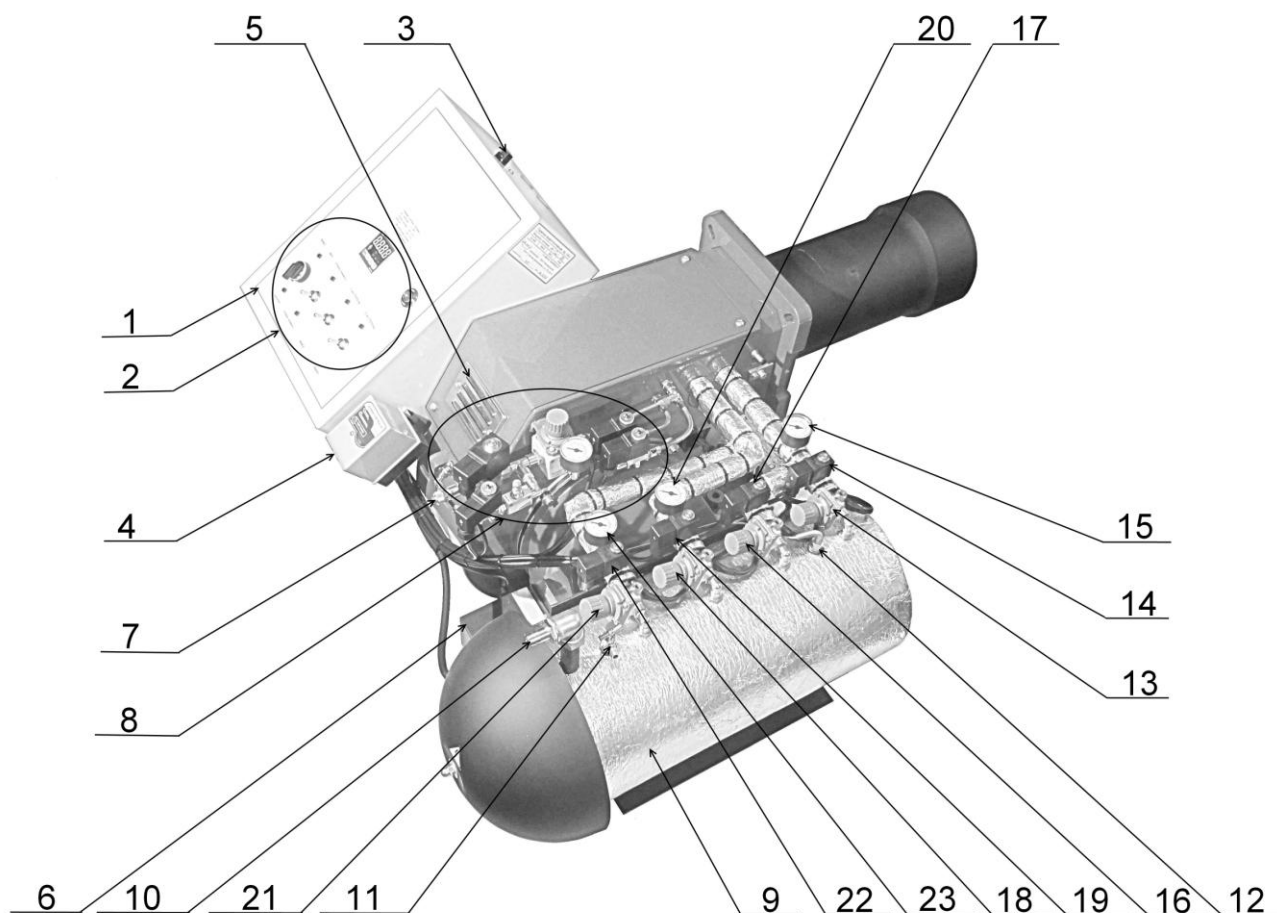
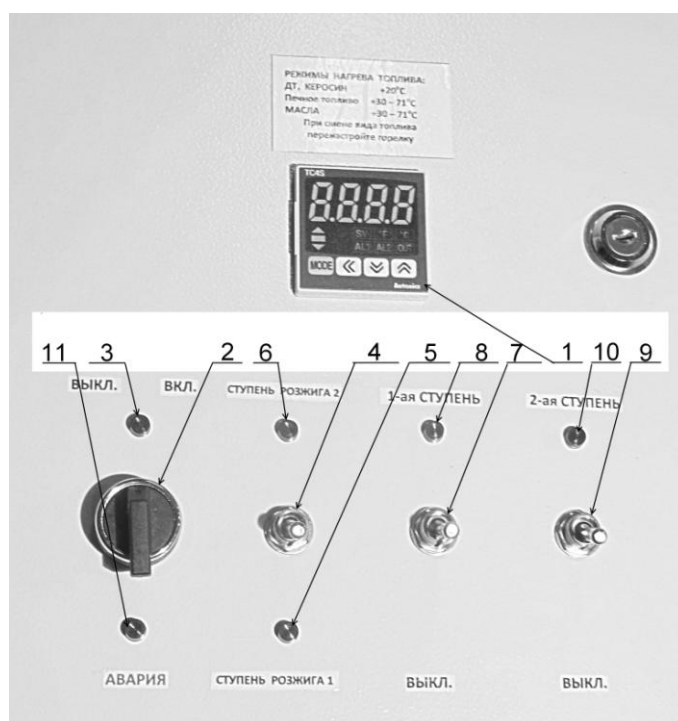
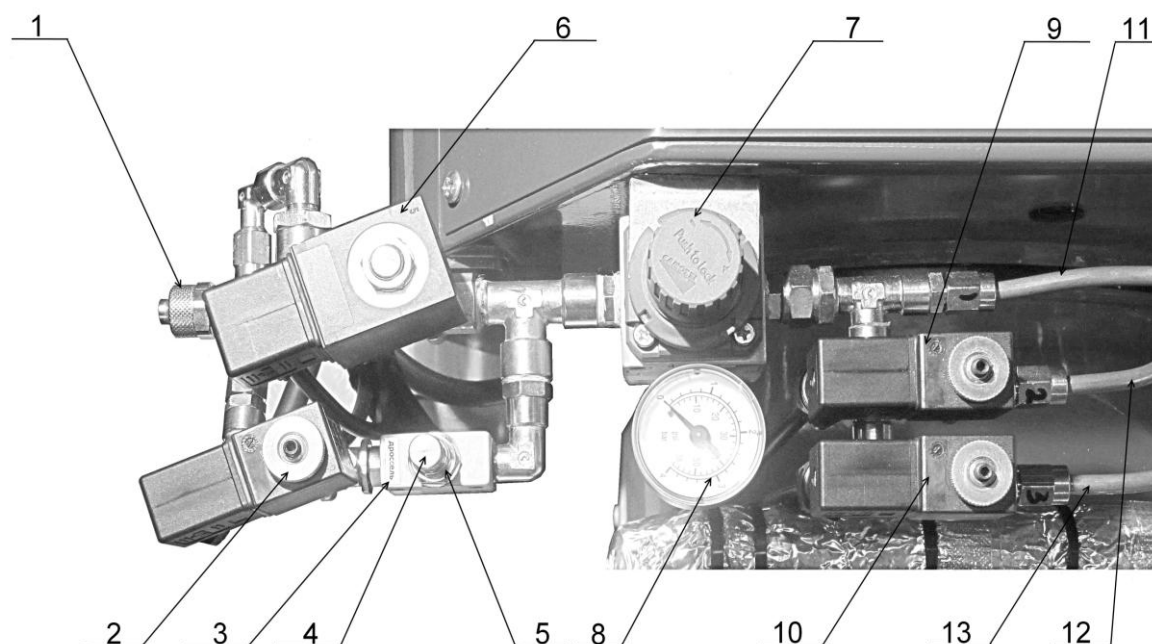
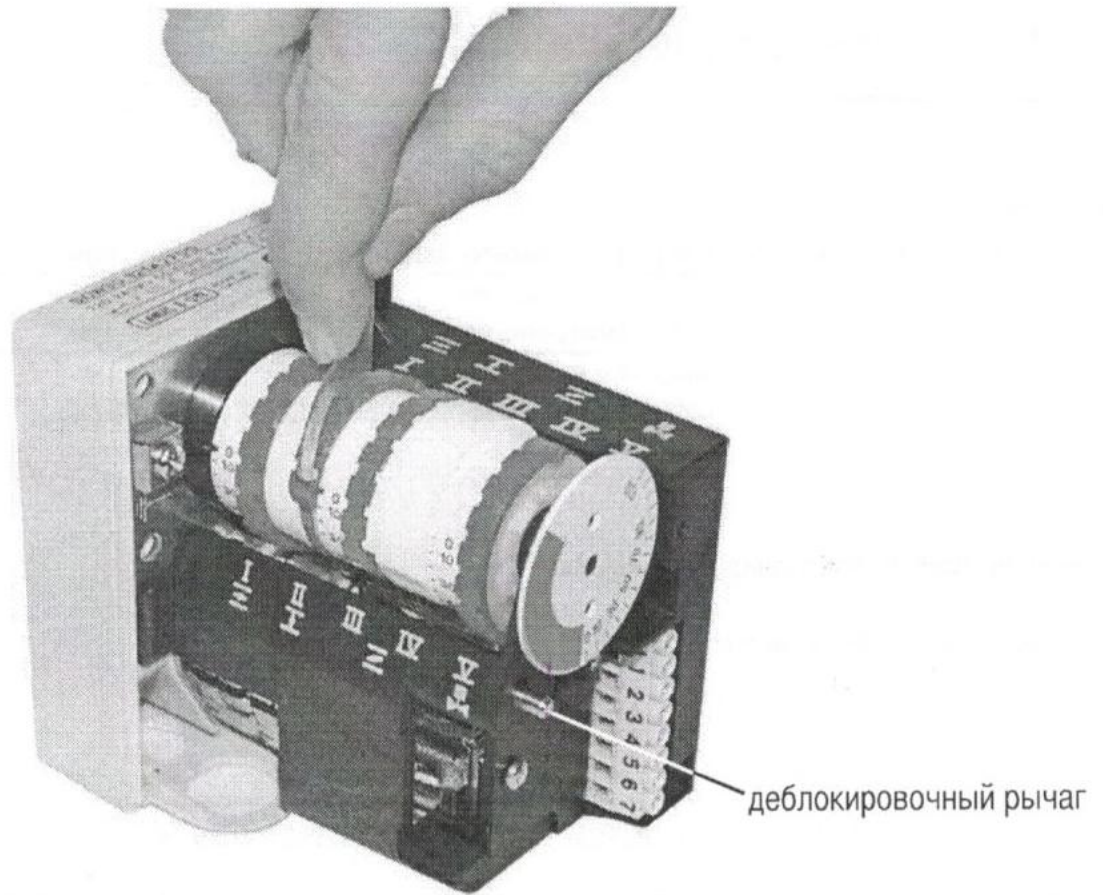

Рис.6. Органы управления и узлы контроля параметров Горелки.
Рис.7. Компоненты управления на электрическом шкафе.
Рис. 11. Блок регулирования первичного воздуха (от компрессора).
Рис. 12. Регулировка вторичного воздуха. Электропривод воздушной заслонки двухступенчатой Горелки.
8. Блок регулирования первичного воздуха (от компрессора) Рис.12
Температурный контроллер используется для точного поддержания оптимальной температуры от 20 до 71 °С топлива в подогревателе топлива (Рис. 7, поз. 9) и подачи команды запуска Горелки на топочный автомат AL1 гаснет при достижении температуры масла 6 °С менее заданной.
Установите электрический переключатель (Рис. 7, поз. 4) в положение вниз ступень розжига 1, переключатели (Рис. 7, поз. 7,9) в положение вниз. Установите давление топлива ступени розжига 1 изначально в пределах от 0,05 до 0,2 бар с помощью регулятора давления топлива ступени розжига (Рис. 6, поз. 13), давление контролируйте по манометру (Рис. 6, поз. 15).
Установите электрический переключатель (Рис. 7, поз. 4) в положение вверх ступень розжига 2, переключатель (Рис. 7, поз. 7,9) в положение вниз, установите давление топлива с помощью регулятора давления ступени розжига 2 (Рис.6 поз.16) от 0,2 до 0,55 бар, давление контролируйте по манометру (Рис. 6, поз. 15), после чего ступень розжига заработает на полную мощность. Выставьте параметры первичного и вторичного воздуха. Рекомендации даны ниже.
Установите электрический переключатель (Рис. 7, поз. 7) в положение 1-ая ступень (вверх) переключатель (Рис. 7, поз. 9) в положение вниз. Установите давление топлива 1-ой ступени в пределах от 0,2 до 0,55 бар с помощью регулятора давления топлива первой ступени (Рис. 6, поз. 18), давление контролируйте по манометру (Рис. 6, поз. 20), выставьте параметры первичного и вторичного воздуха. Рекомендации даны ниже.
Установите электрический переключатель (Рис. 7, поз. 9) в положение ступень 2 вверх. Установите давление топлива ступени 2 от 0,2 до 0,55 бар с помощью регулятора давления топлива второй ступени (Рис. 7, поз. 21), контролируйте давление по манометру (Рис. 7, поз. 23), выставьте параметры первичного и вторичного воздуха рекомендации даны ниже.
Первичный воздух поступает от компрессора по магистрали (Рис. 11 поз.1) , проходит через электромагнитный клапан дросселя (рис.11 поз.2), дроссель (Рис.11 поз.3) и далее с малым давлением на форсунку ступени розжига, давление контролируется по манометру (Рис. 11 поз.8).
Через 7 секунд, открывается основной электромагнитный клапан первой ступени (Рис.11 поз.6), первичный воздух проходит через регулятор давления (Рис.11 поз.7) и контролируется по манометру (Рис.11 поз.8) и далее на форсунку первой ступени.
Для изменения регулировки давления воздуха поднять верхнюю крышку регулятора давления (рис.11 поз.7) до щелчка, для уменьшения давления воздуха поворачивать против часовой
стрелки, для увеличения по часовой. Оптимальное рабочее давления 1,8-3,0 бар, контролируемое по манометру (Рис. 11 поз.8). После регулировки давления опустить верхнюю крышку до щелчка.
Затем вместе с электромагнитным топливным клапаном первой ступени открывается электромагнитный воздушный клапан первой ступени (Рис.11 поз.9) и первичный воздух идет на форсунку первой ступени.
Далее вместе с электромагнитным топливным клапаном 2-ой ступени открывается электромагнитный воздушный клапан 2-ой ступени (Рис.11 поз.10) и первичный воздух идет на форсунку ступени 2.
Установите электрический переключатель (Рис. 7, поз. 4) в положение ступень розжига 1 (вниз) переключатель (Рис. 7, поз. 7,9) в положение вниз (выкл.). Установите давление топлива ступени розжига 1 в пределах от 0,05 до 0,4 бар с помощью регулятора давления топлива ступени розжига 1 (Рис.6, поз. 13), давление контролируйте по манометру (Рис. 6, поз. 15), выставьте параметры первичного воздуха (Рис.11 , поз. 3,7) и контролируйте по манометру (Рис. 11, поз. 8) давление для AL-120V, AL-120T 1,8-3,0 бар.
Установите электрический переключатель (Рис. 7, поз. 5) в положение ступень розжига 2 (вверх). Установите давление топлива ступени розжига 2 в пределах от 0,2 до 0,8 бар , с помощью регулятора давления топлива ступени розжига 2 (Рис.6, поз. 16), давление контролируйте по манометру (Рис. 6, поз. 15), выставьте параметры первичного воздуха (Рис.11 , поз. 3,7) и контролируйте по манометру (Рис. 11, поз. 8) давление для AL-120V, AL-120T 1,8-3,0 бар.
Снимите защитный кожух с привода воздушной заслонки (Рис. 6, поз. 6). II-й рычаг положения воздушной заслонки ступени розжига (Рис.12 поз.II) должен быть положение 0-10. Положение 0 соответствует полностью закрытой заслонке. (Рис.12)
Установите электрический переключатель (Рис. 7, поз. 7) в положение первая ступень (вверх). Установите давление топлива первой ступени в пределах от 0,2 до 0,8 бар с помощью регулятора давления топлива первой ступени (Рис. 6, поз. 18), давление контролируйте по манометру (Рис. 6, поз. 20). Выставьте параметры первичного воздуха (Рис.11 , поз. 7) и контролируйте по манометру (Рис. 7, поз. 8) давление для AL-120V, AL-120T 1,8-3,0 бар. Установите рычаг III (Рис.12 поз.III) положения воздушной заслонки первой ступени 5-60 гр. (Рис.12). Открытие(закрытие ) клапана 1-ой ступени происходит автоматически .
Установите электрический переключатель (Рис. 7, поз. 9) в положение 2-ая ступень (вверх). Установите давление топлива второй ступени в пределах от 0,2 до 0,8 бар с помощью регулятора давления топлива второй ступени (Рис. 6, поз. 21), давление контролируйте по манометру (Рис. 6, поз. 23).
Выставьте параметры первичного воздуха (Рис.11 , поз. 7) и контролируйте по манометру (Рис. 11, поз. 8) давление для AL-120V, AL-120T 1,8-3,0 бар. Установите рычаг I (Рис.12 поз.I) положение 40-90 гр. Это положение воздушной заслонки второй ступени. Кулачек V (Рис.12 поз.V) открытие(закрытие ) клапана 2-ой ступени, должен находиться между кулачком I и III . (Рис.12)
Если воздушная заслонка провернулась в обратную сторону, то для возврата в начальное положение (Рис.12 ) нажмите деблокировочный рычаг и установите закрыто положение в ручную.
#### 3.4.7 Индикатор АВАРИЯ (Рис.7 поз.14)
Для предотвращения данной ситуации в огневой трубе установлен температурный датчик, отключающий горелку при достижении температуры 110 °С, при этом светится индикатор АВАРИЯ (Рис.7 поз.14).
воздушной заслонки ступени розжига (Рис.12 поз.II) должен быть положение 0-10 гр. Перемещение рычага I осуществляется его смещением (Рис.12). Положение 0 соответствует закрытой заслонке. Запустите Горелку п. 3.5. Горелка должна запускаться на ступени розжига без хлопков.
Возьмите отбор проб на сажное число, если сажное число менее 1, необходимо уменьшить подачу вторичного воздуха, перемещая синий рычаг влево, если больше - вправо (Рис. 12). Оптимальное значение сажного числа 1-3.
Установите электрический переключатель (Рис. 7, поз. 7) в положение первая ступень (вверх). Установите давление топлива первой ступени в пределах от 0,2 до 0,8 бар с помощью регулятора давления топлива первой ступени (Рис. 6, поз. 18), давление контролируйте по манометру (Рис. 6, поз. 20). Выставьте параметры первичного воздуха (Рис.11 , поз. 7) и контролируйте по манометру (Рис. 11, поз. 8) давление для AL-120V, AL-120T 1,8-3,0 бар. Установите рычаг III положения воздушной заслонки первой ступени (Рис.12 поз.III) на 5-60. Автоматическое открытие(закрытие ) клапана 1-ой ступени обеспечивает плавный переход со ступени розжига на первую ступень.
Возьмите отбор проб, если содержание CO2 в отходящих газах отличается от 11-13% проведите регулировку вторичного воздуха (Рис. 12).
Возьмите отбор проб на сажное число, если сажное число менее 1, необходимо уменьшить подачу вторичного воздуха, перемещая рычаг III , если больше - увеличить. (Рис. 12). Оптимальное значение сажного числа 1-3.
Установите рычаг I положения воздушной заслонки ступени (Рис.12 поз.I) в положение 40-90 гр.
Кулачек (Рис.12 поз.V) - открытие(закрытие ) топливного клапана 2-ой ступени (Рис.6 Поз.22) должен быть между кулачком III и кулачком I (Рис.12), положение данного кулачка должно обеспечивать плавный переход с первой ступени на вторую ступень и обратно.
Возьмите отбор проб на сажное число, если сажное число менее 1, необходимо уменьшить подачу вторичного воздуха, перемещая красный рычаг влево, если больше - вправо (Рис. 12). Оптимальное значение сажного числа 1-3.